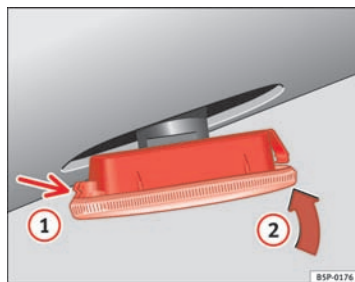

Fig. 240 Clignotant latéral
- Posez d'abord le clignotant dans le trou de la carrosserie, en emboîtant les languettes ⇒ page 304, fig. 240, flèche ①.
- Emboîtez l'ampoule comme indiqué sur la flèche ② ⇒ page 304, fig. 240. ■